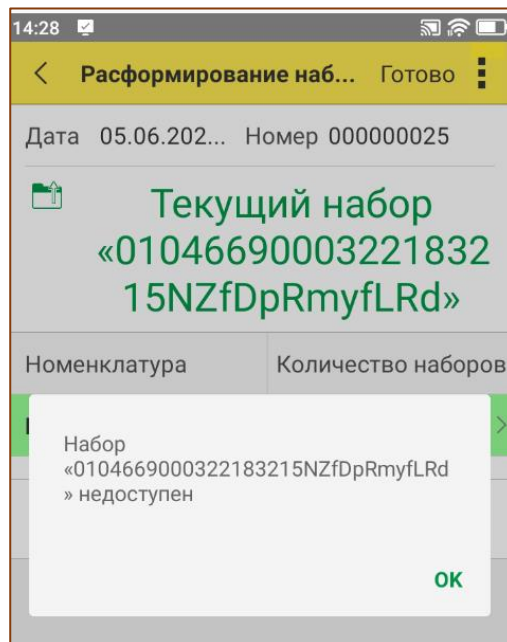

Рис. 9.15 – Ошибка при повторном сканировании КИН
- При повторном сканировании КИН или КИН, который еще не был собран, появится сообщение вида (Рис. 9.15).